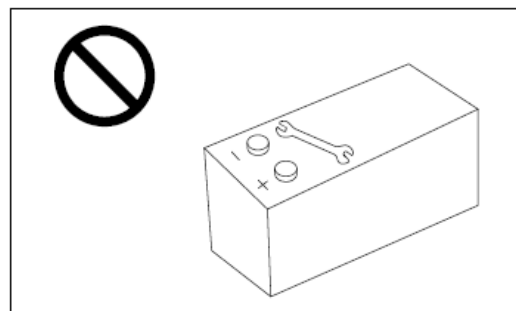

Fig.4-1
3) Nunca coloque qualquer ferramenta na bateria. (Veja Fig. 4-1)